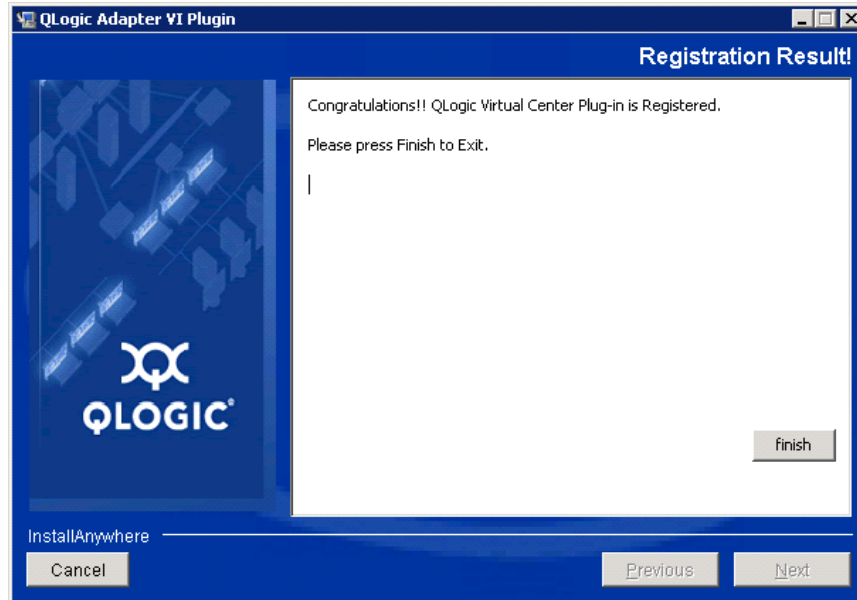

Ilustración 2-16. QLogic Adapter VI Plug-in Wizard: Registration Result (Asistente del complemento del adaptador VI de QLogic: Resultado de registro)
6. Cuando aparezca la ventana Registration Result (Resultado de registro) (*Ilustración 2-16*), haga clic en **Finish** (Finalizar) para salir.